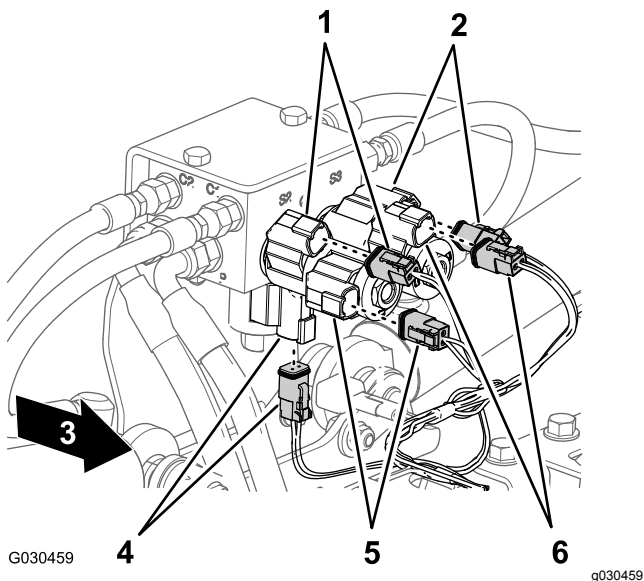

图39
4. 在机器后部断开以下用于提升油缸阀箱的 2 插槽接头 图39 如下所示